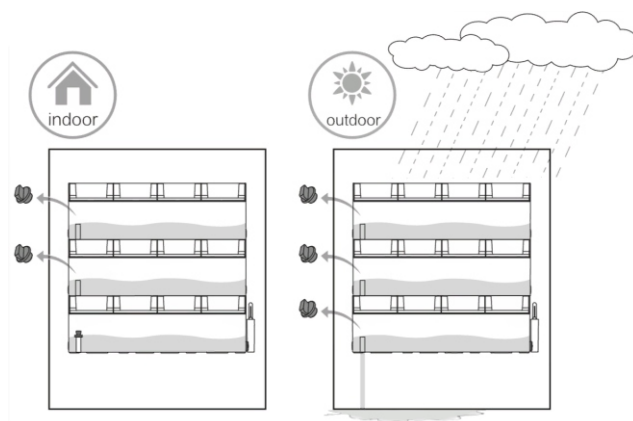

Рис. 35
- Если фитомодуль установлен в месте, подверженном частым осадкам, мы рекомендуем извлечь красную заглушку, как показано ниже, чтобы предотвратить переполнение системы дождевой водой. См. (рис. 35)